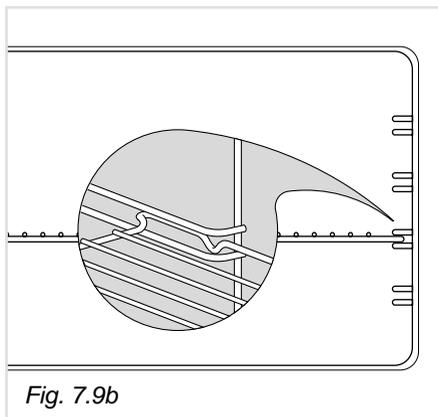

Fig. 7.9b
- Infilare in mezzo alle guide dei telai laterali la griglia come in fig. 7.9b. La griglia va montata in modo che l'arresto di sicurezza, che ne evita l'estrazione accidentale, sia rivolto verso l'interno del forno.